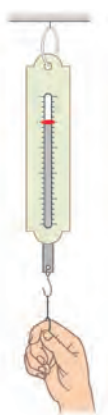

图 6-17
2. 如图 6-17 所示,用手拉弹簧测力计时,弹簧测力计的弹簧发生形变后会对手施加一个作用力,这个力是 _____ 力,它的方向与手的拉力方向 _____。